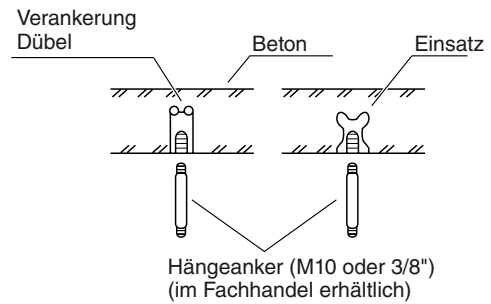

Abb. 3-32
(1) Die Hängeanker nach der in den Abbildungen (Abb. 3-32 und 3-33) gezeigten Methode fixieren, indem diese an den Deckenstreben befestigt werden; alternativ kann eine andere Methode verwendet werden, doch muss darauf geachtet werden, dass die Einheit fest und sicher aufgehängt ist.